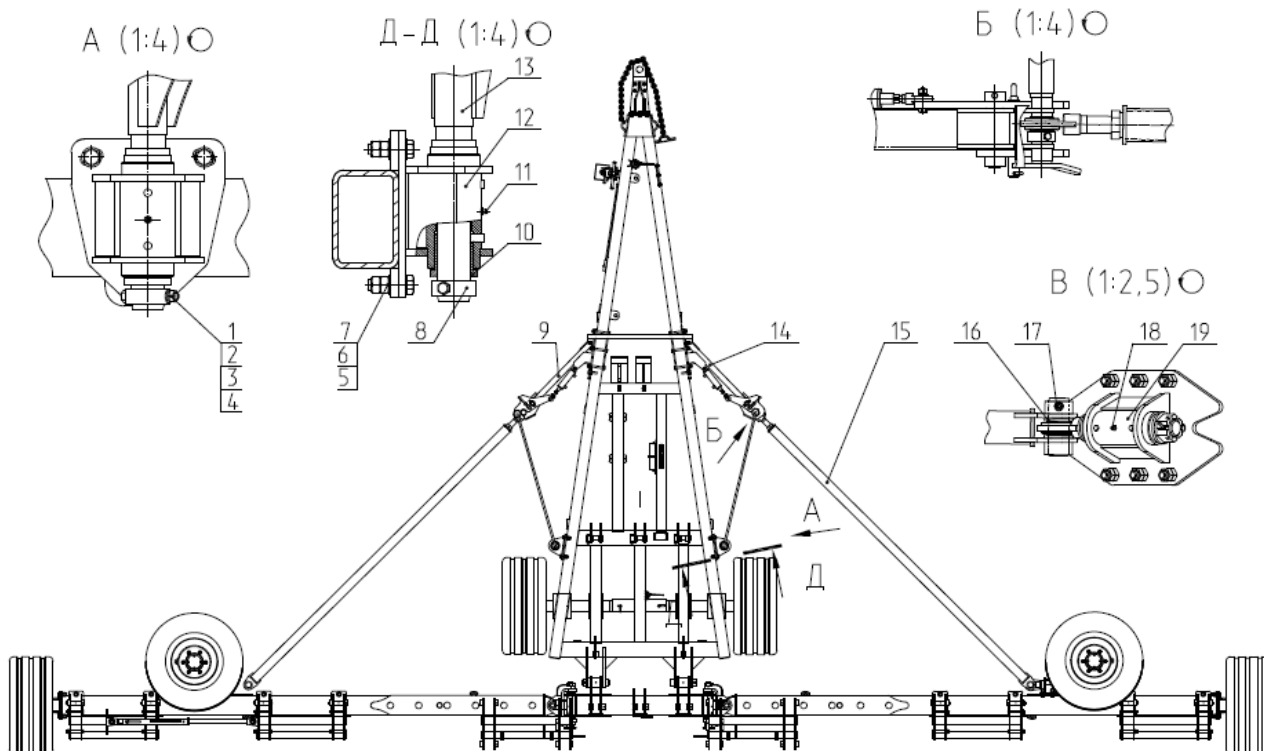

Рис.7 КБП10 04.000 Механизм растяжек.
2.5 Механизм растяжек (Рис.7) служит для удержания боковых балок в рабочем положении и удобном переводе культиватора из рабочего положения в транспортное и наоборот. Механизм состоит из двух водил 1, двух кронштейнов 6,7, двух растяжек 8, двух стаканов 2 и двух корпусов 11